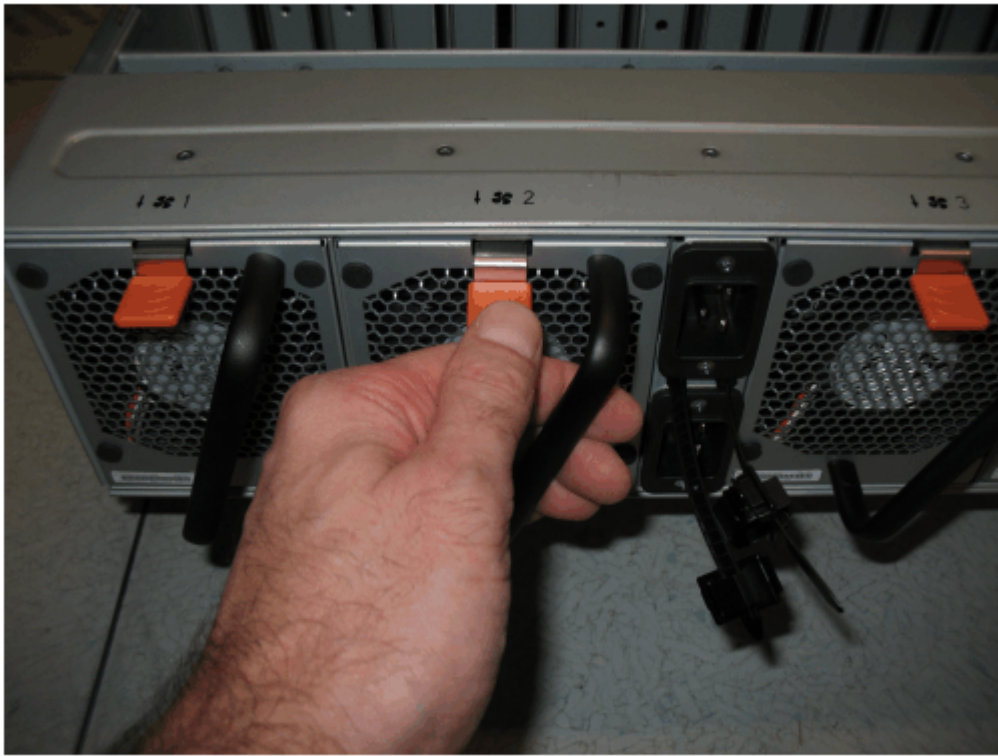

Abbildung 121. Lösehebel am Lüftermodul
2. Drücken Sie den Lösehebel am Lüftermodul (siehe Abbildung 121 auf Seite 110).